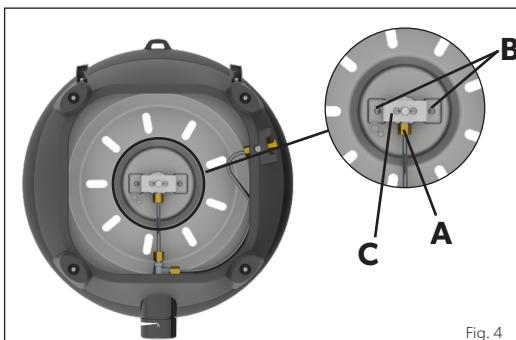
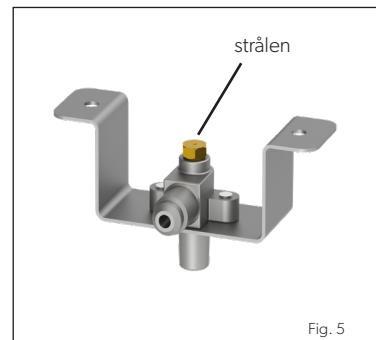

Fig. 4
Fig. 5
- Vi anbefaler at rense eller udskifte dysen hver sjette (6) måned for at sikre fortsat effektiv drift af dit apparat.
- For at fjerne strålen skal du fjerne alle løse overflader fra dit apparat og vendte baseenheden på hovedet. Brug en passende skruenøgle til at løsne møtrikken (A) (fig.4). Skru de 2 skruer (B) af (fig. 4). Fjern beslaget (C) for at blotlægge strålen. (Fig. 5). Fjern dysen med en passende skruenøgle. Brug ikke en tang på strålen, da dette kan beskadige strålen, hvilket gør den ubrugelig eller umulig at fjerne. Skru den nye stråle ind i ventilen. Spænd ikke for meget, da dette kan beskadige strålen.